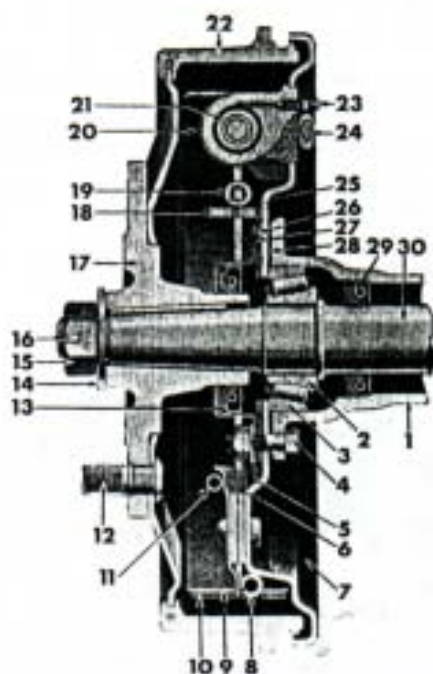

Fig. 200. — Corte de rueda trasera derecha de "Carabela".
- 5.) Retirar los bulones de la brida de la cañonera. Al hacerlo en los "Carabela", únicamente sobre el lado derecho del puente, quedará liberado un paquete de suplementos de ajuste (Fig. 200). En los demás vehículos también, sólo que antes que los suplementos saldrá la arandela retén (Figura 199).